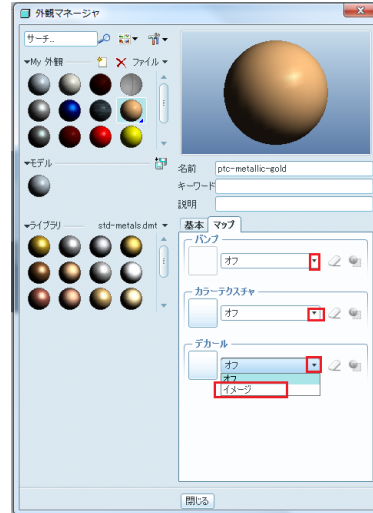

図 4-97 外観マネージャー
- 木材を選んだだけでは木目はできないので、「基本」タブの隣にある「**マップ**」タブをクリックすると図 4-97 に示すように一列目に、「バンプ」、「カラーテクスチャ」、「デカール」